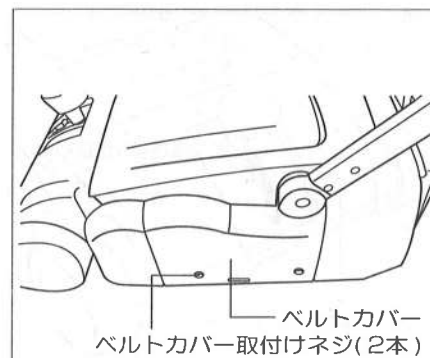

図5
- ①本機側面の、ベルトカバーをはずしてください。(図5参照)